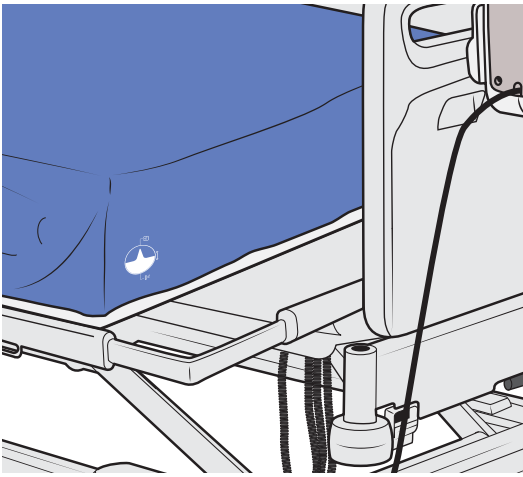

Figura 55
1. Localize o símbolo da válvula na parte inferior do colchão. Consulte a Figura 55
Localize o símbolo da válvula na parte inferior do colchão. Consulte a Figura 55